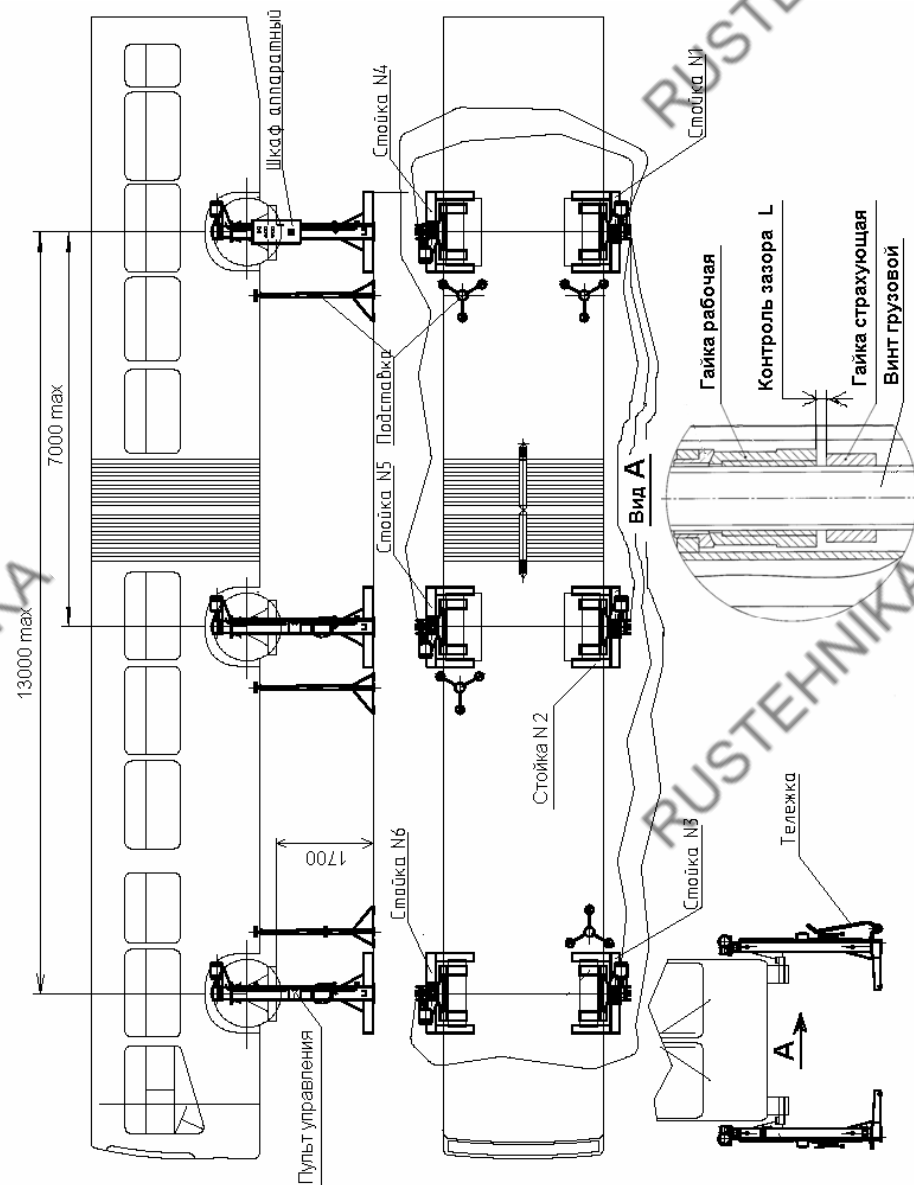

Рис. 1. Подъемник передвижной ПП-30
4.1. Подъемник состоит из шести стоек (см. Рис.1 и Рис.2), каждая из которых имеет электромеханический привод, каретку, грузовой винт, рабочую и страхующую гайки, конечные выключатели верхнего и нижнего положения кареток. На первой стойке установлен шкаф аппаратный, имеющий корпус с панелью электрооборудования, автоматический выключатель, лампочку «Сеть», кнопки «Вверх» и «Вниз» для управления первой стойкой и кнопки «Вверх» и «Вниз» для управления всеми стойками одновременно.